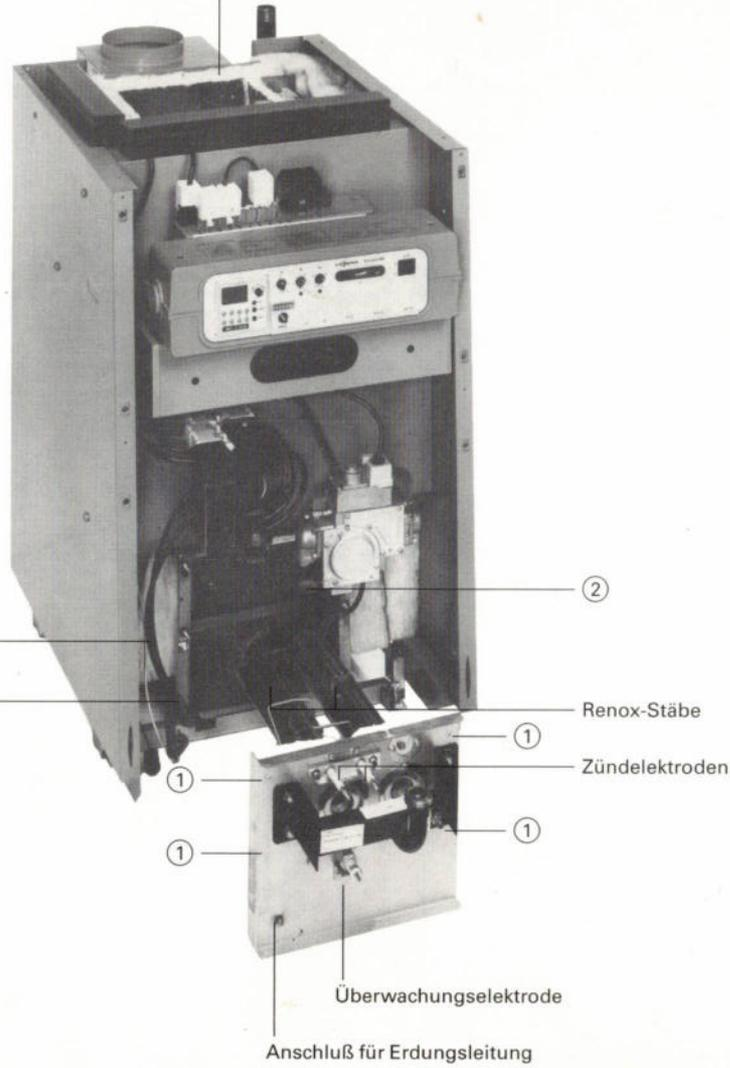

Abb. 1 Brennerausbau und Reinigung
4.0 Oberes Ummantelungsblech und Wärmedämmmatte abnehmen (siehe Abb. 1).